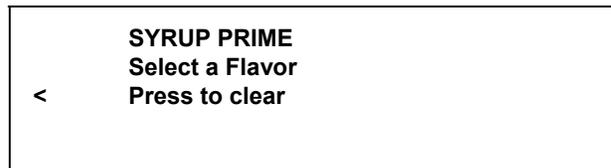

図35
23. CALIBRATION キーを押し、SYRUP PRIME モードにします(図35を参照。)